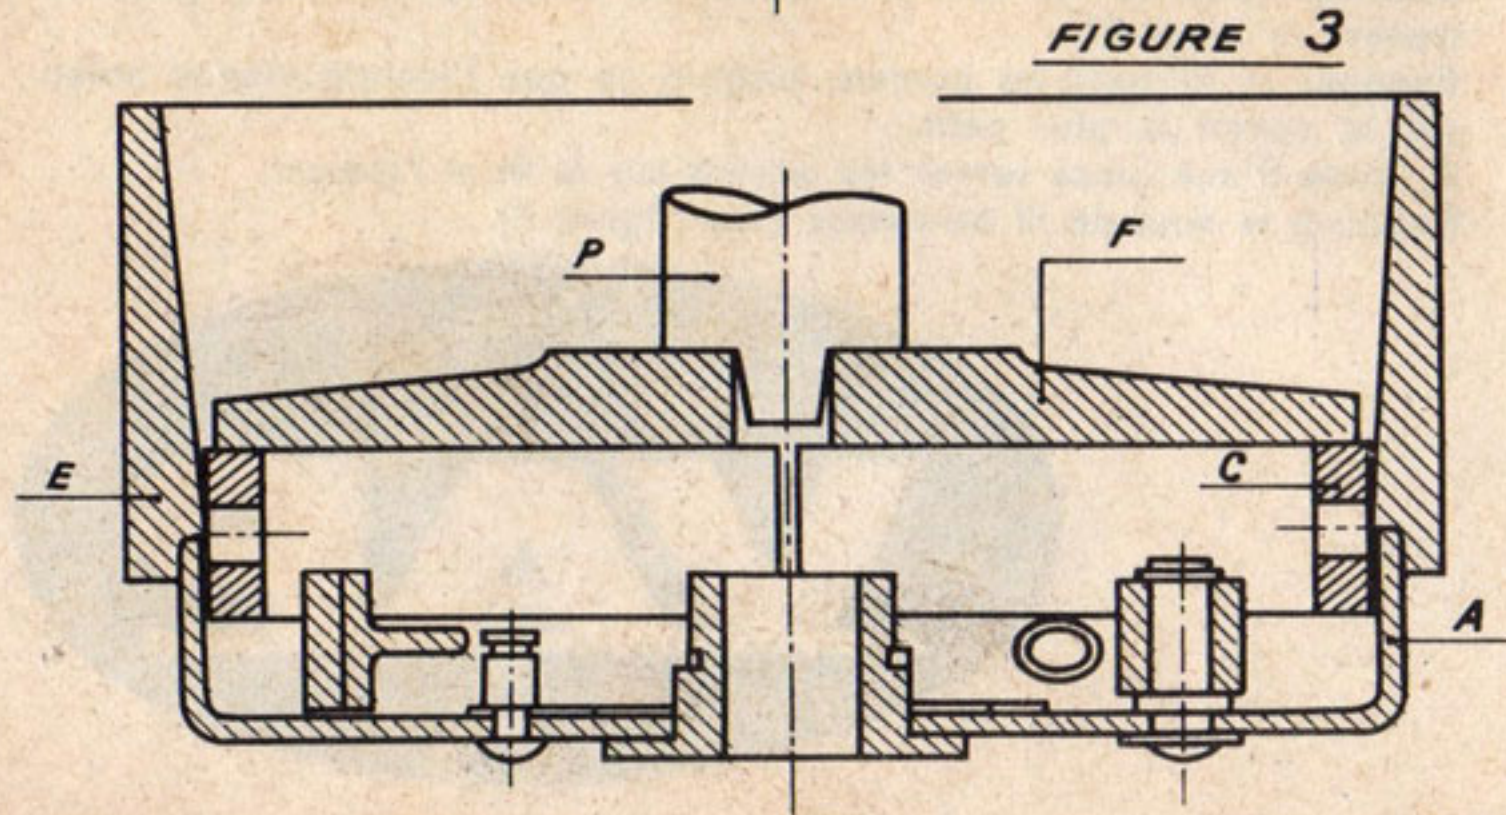

FIGURE 3
- Centrer l'outillage sur la cuvette d'embrayage A (voir figure 3) muni de patins et opérer comme ci-dessus jusqu'à ce que l'anneau ait dégagé le tube conique E et soit engagé en dessous des 4 points d'arrêt frappés sur la tranche de la cuvette A.